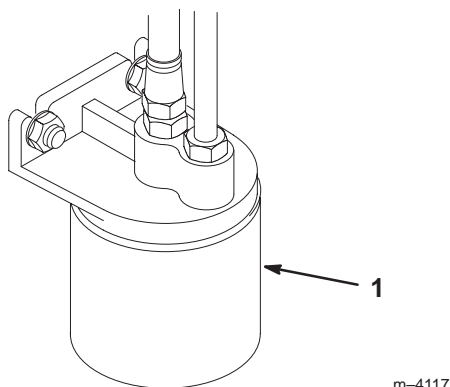

Figure 47
- Placez un bac de vidange sous le filtre, déposez le filtre usagé et essuyez la surface du joint de l'adaptateur (Fig. 47).